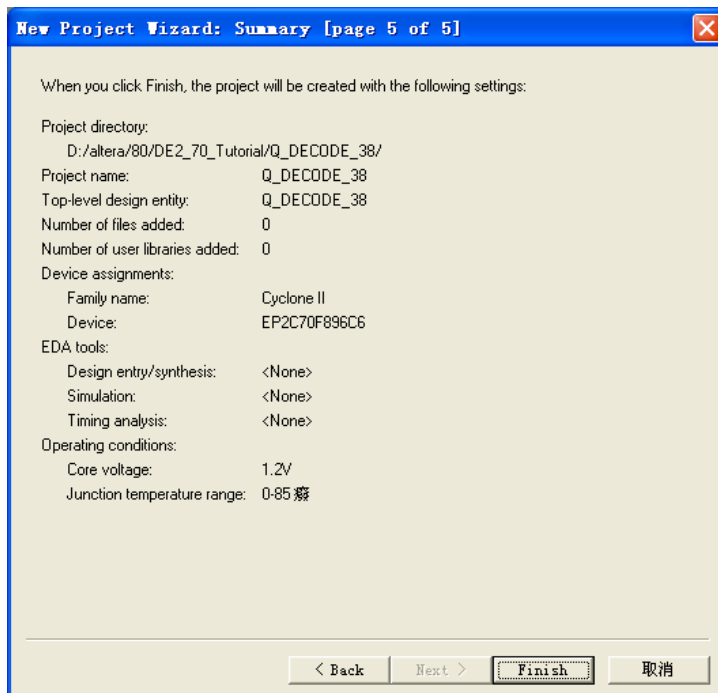

图 2-8 新建工程总结
7. 查看新建工程总结。在基本设计完成后，Quartus II 会自动生成一个总结让用户核对之前的设计，如图 2-8 所示，确认后点击 Finish 完成新建。